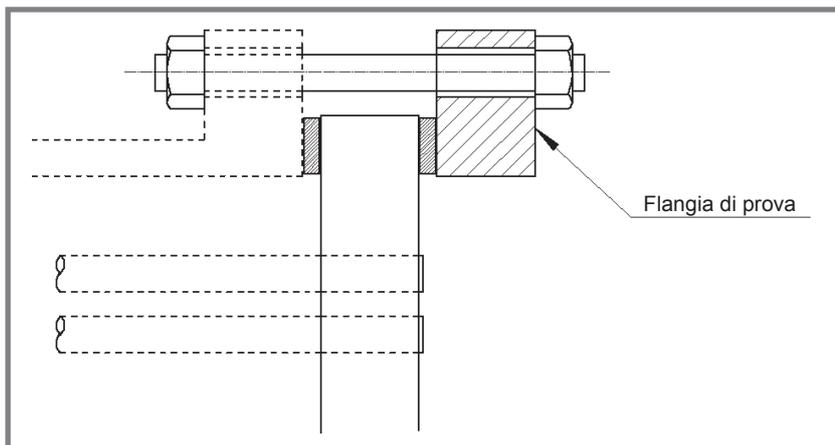

Fig. 10
- Rimuovere la testata. Sostituire la testata con un anello di prova (vedi Fig. 10) che si accoppia con le flangie del mantello. Imbullonare l'anello di prova bloccando il fascio tubiero.